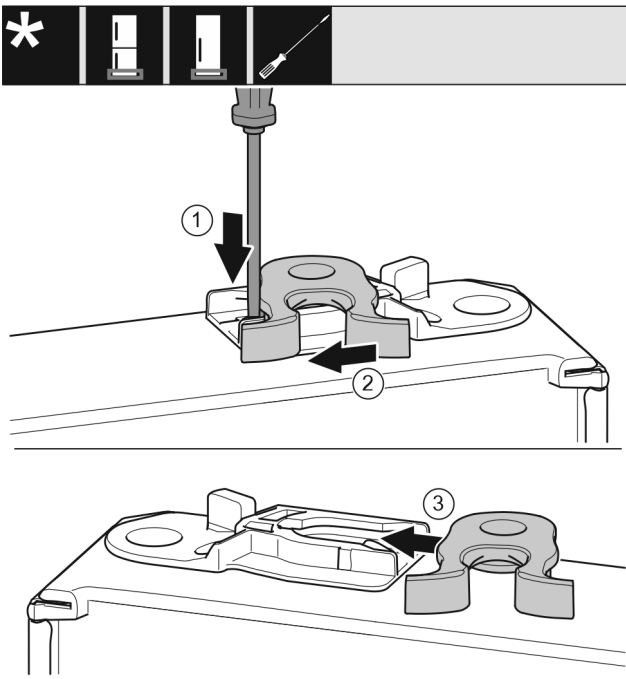

Fig. 18
- Spiediet ar plakano skrūvgriezi mēlīti Fig. 18 (1) uz leju.
- Izvelciet aizvēršanas āķi Fig. 18 (2) no vadotnes.
- Iebīdīiet aizvēršanas āķi Fig. 18 (3) vadotnē otrajā pusē.